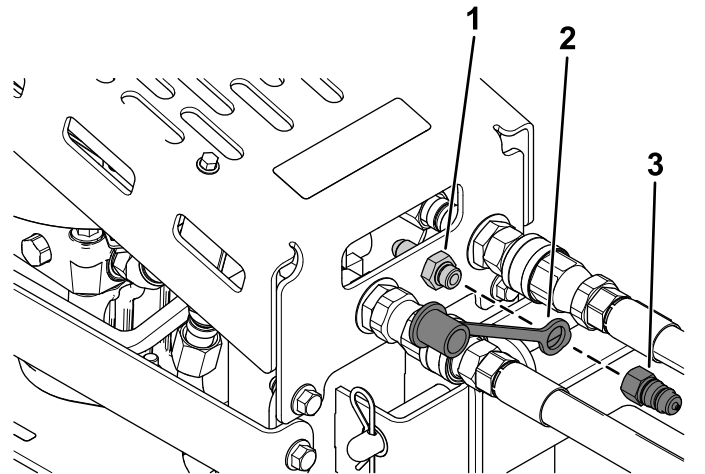

Figura 3
3. Instale el tapón guardapolvo sobre el conector pasamuros y conecte el acoplamiento rápido al conector pasamuros (Figura 3).